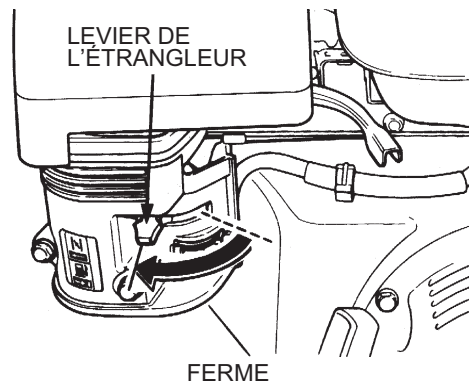

Figure 14. Levier de l'étrangleur (Fermé)
3. Placer le levier de l'étrangleur (figure 14) en position « FERMER » si le moteur est froid.